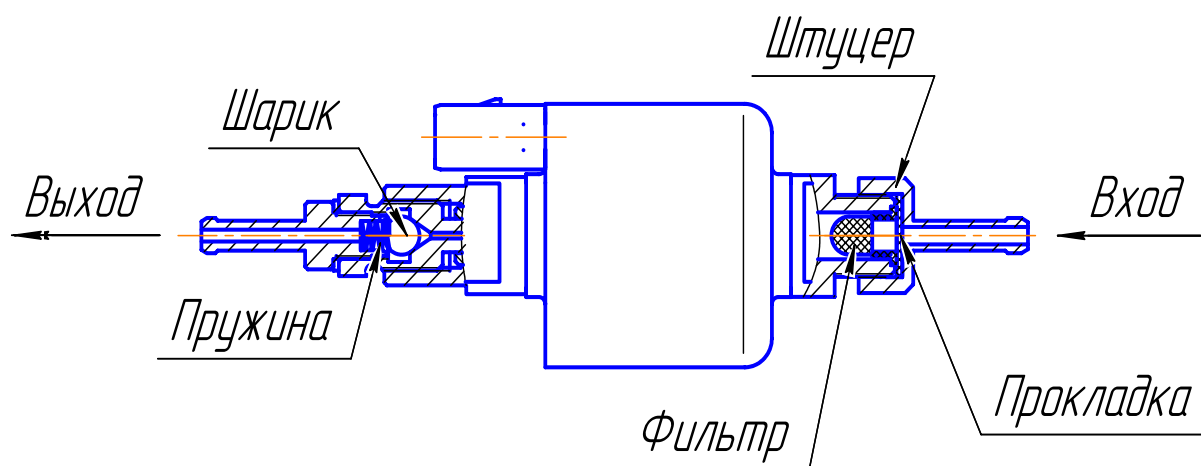

Рис. 7 -Топливный насос
5.9.1 Топливный насос (рис. 7) служит для дозированной подачи топлива в камеру сгорания.
- проверить герметичность соединения между корпусом топливного насоса и входным штуцером (см. рис.7). Проверку производить воздухом давлением не более 1 кгс/см^2 . Давление подводить со стороны входа при этом выходной штуцер заглушить. Если соединение негерметично необходимо заменить прокладку в штуцере (см. рис 7).